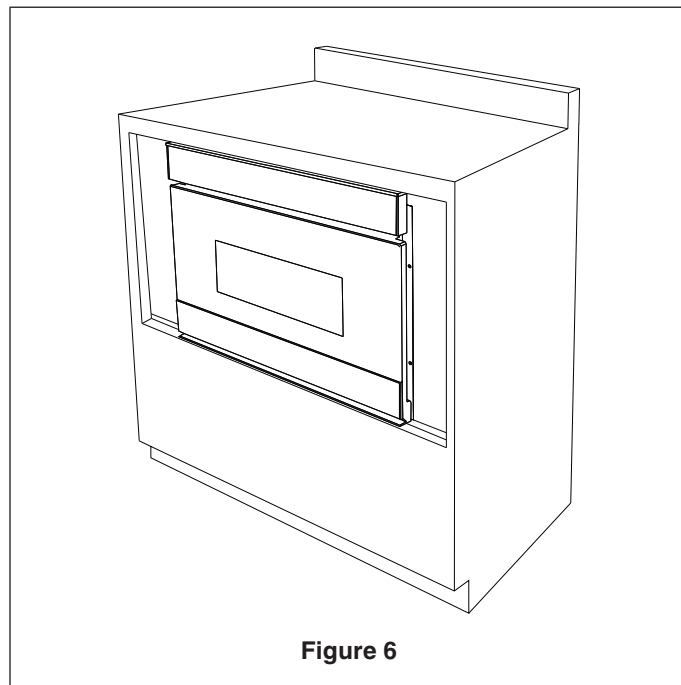

Figure 6
6. Fermer le tiroir afin de terminer l'installation du four. Voir la Figure 6.